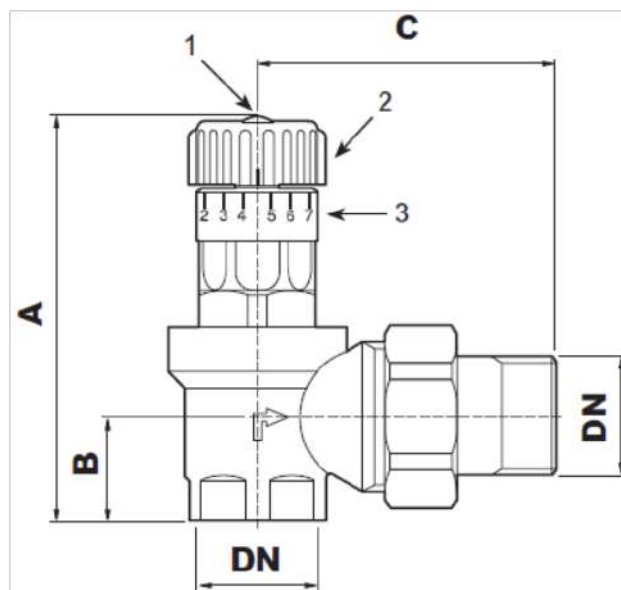

fig. 94 -
- Allentare la vite di bloccaggio della manopola (1) (vedi "fig. 94 -").
- Tarare la valvola alla pressione differenziale di apertura  $\Delta P$  girando la manopola (2) (vedi "fig. 94 -").
- A taratura avvenuta riavvitare la vite di fissaggio (1) (vedi "fig. 94 -").